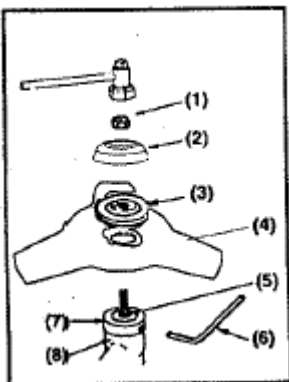

Imagen 12
■ INSTALACIÓN DE LA CUCHILLA DE METAL (Imagen 12)